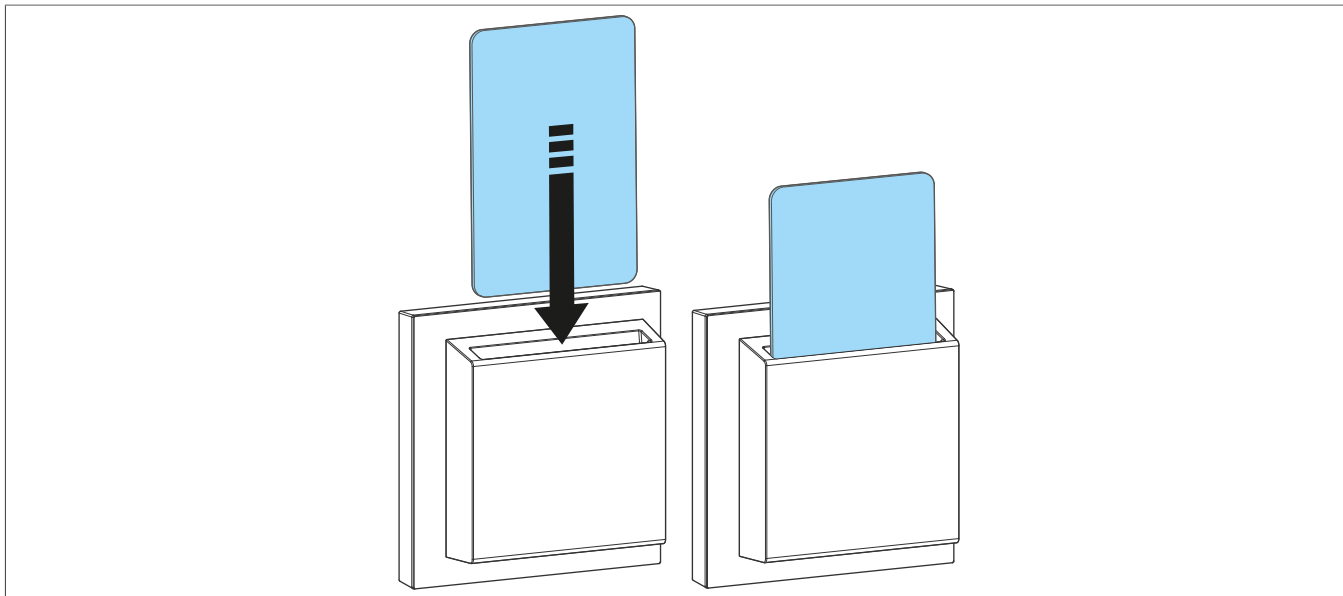

Fig. 2: Inserire la tessera hotel
- Inserire la tessera hotel in supporto (4) (Fig. 2).